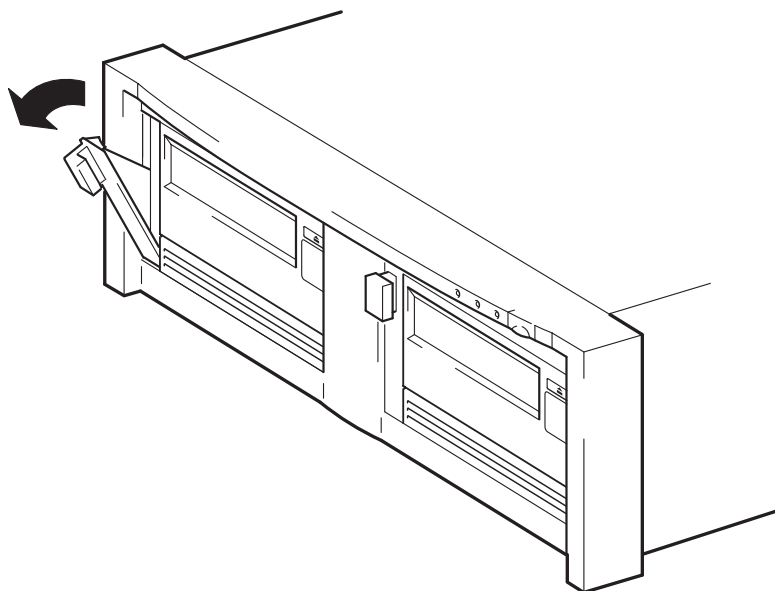

Abbildung 9a: Herausziehen des Ausziehhebels
- 1** Ziehen Sie den Ausziehhebel des zu ersetzenden Laufwerks vollständig heraus. (Siehe Abbildung 9a.)